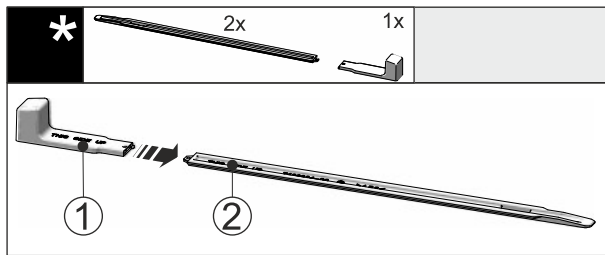

Fig. 50
- ▶ Montagegriff Fig. 50 (1) an die Nivellierschiene Fig. 50 (2) stecken.